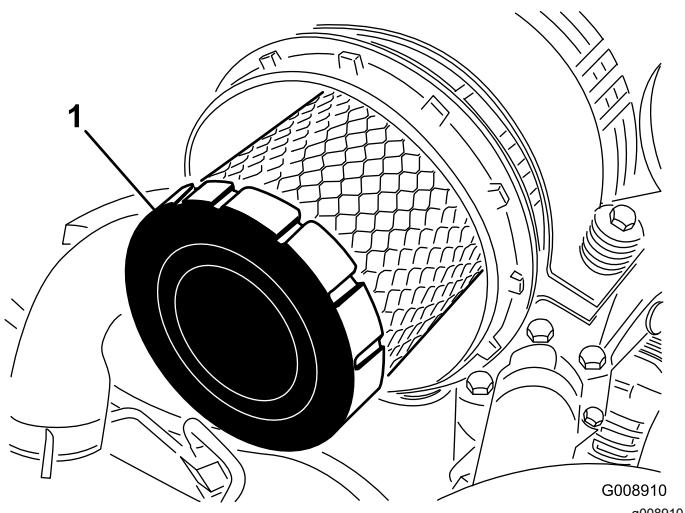

Figure 52
- Déposez et remplacez le préfiltre (Figure 52).